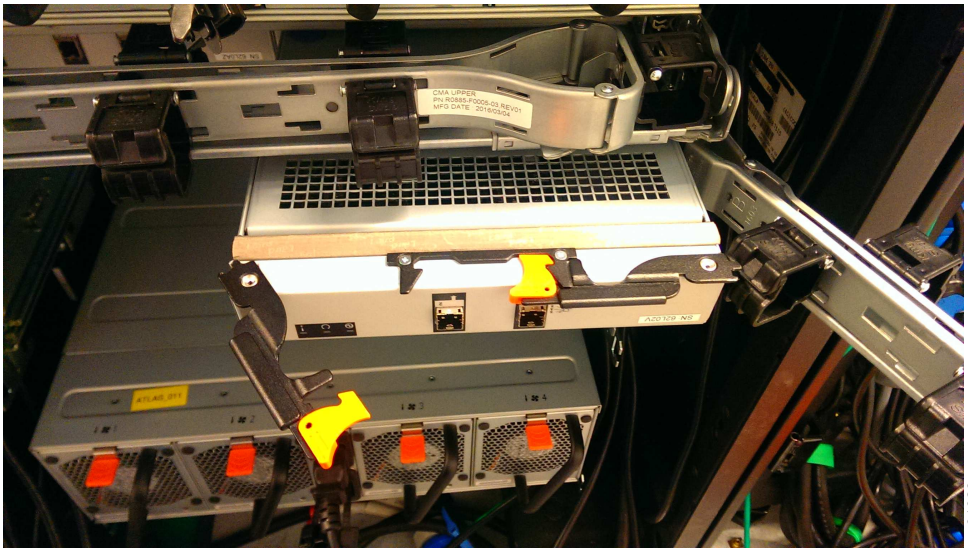

Figura 63. Instalar el recipiente de expansión
1. Desconecte el codo del brazo portacables inferior para girarlo y apartarlo del medio, como se muestra en la Figura 63.
4. Cuando el recipiente de expansión está totalmente insertado, rote cada tirador hacia adentro para bloquearlo en su posición, como se muestra en la Figura 63.